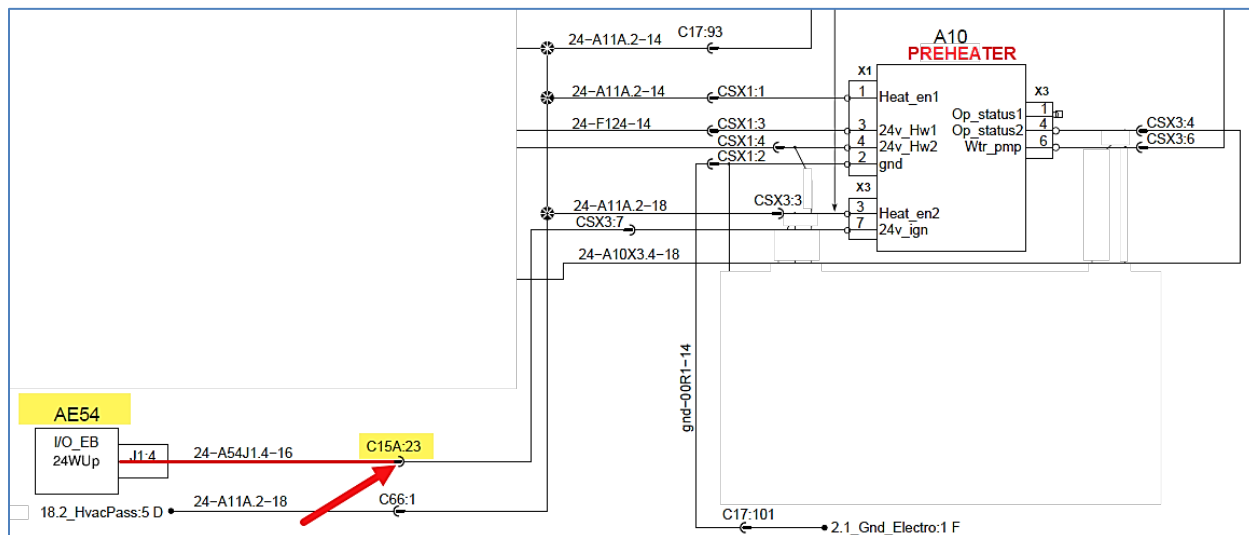

FIGURE 3
2. À l'intérieur du compartiment de l'évaporateur : extraire le circuit A54J1.4 du connecteur C15A (identifié C15 sur l'image suivante) logement # 23 (FIGURE 3).